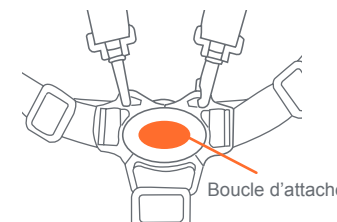

Fig. 14a
- 14) •** Pour libérer la ceinture, appuyer sur le bouton rouge au centre des boucles, les deux sangles se détacheront (Fig. 14a).